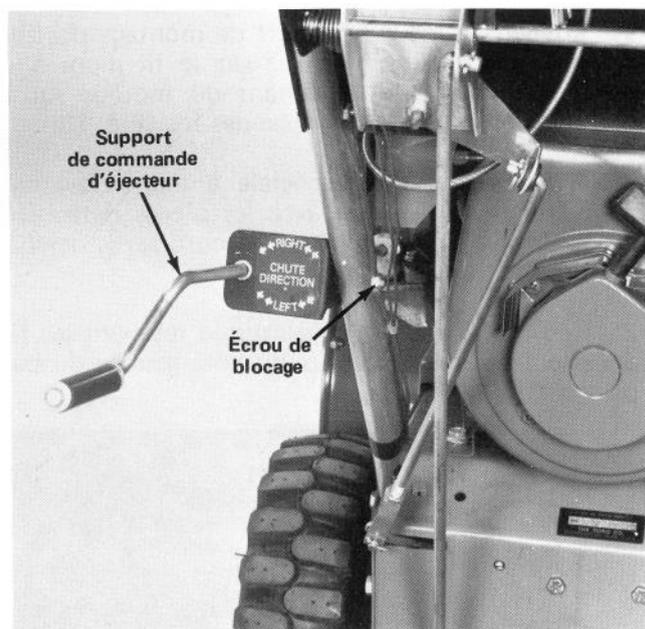
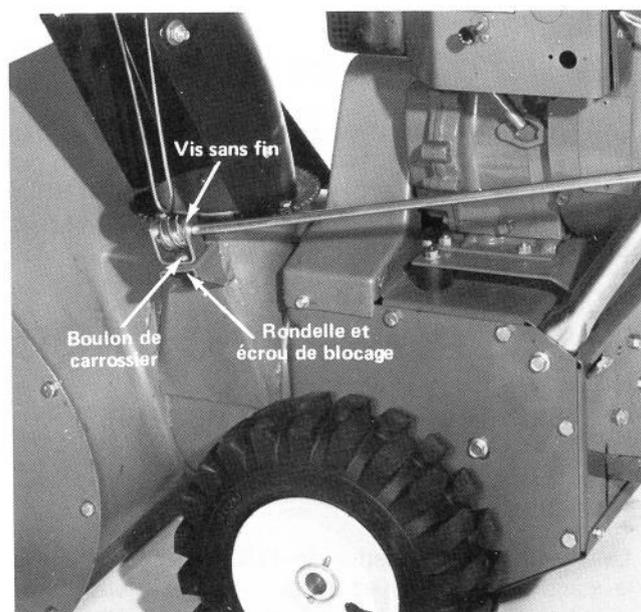

Figure 11
Figure 12
6. Posez le support et la tige de commande d'éjecteur sur le côté gauche des mancherons à l'aide d'une vis à tête et d'un écrou de blocage, mais ne serrez pas l'écrou de blocage (Fig. 11).
7. Appliquez de la graisse à toutes fins No 2 sur la roue d'engrenage de vis sans fin. Ensuite, fixez le support de vis sans fin et la vis sans fin sur le dessus de la collerette de montage à l'aide du boulon de carrossier, de la rondelle pyramidale et de l'écrou de blocage conique (Fig. 12). Ne serrez pas l'écrou de blocage.
8. Appuyez bien la vis sans fin sur les dents de l'anneau de retenue, puis, serrez l'écrou de blocage (Fig. 12). Serrez aussi l'écrou de blocage du support de retenue de commande d'éjecteur, sur le mancheron gauche (Fig. 11).